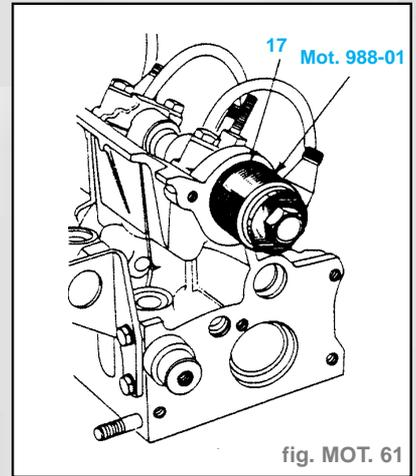

fig. MOT. 61
- Mettre en place le joint à lèvres neuf (17) (côté distribution) avec l'outil **Mot. 988-01 (F8Q)** ou **Mot. 988-02 (F9Q)** (fig. MOT. 61).